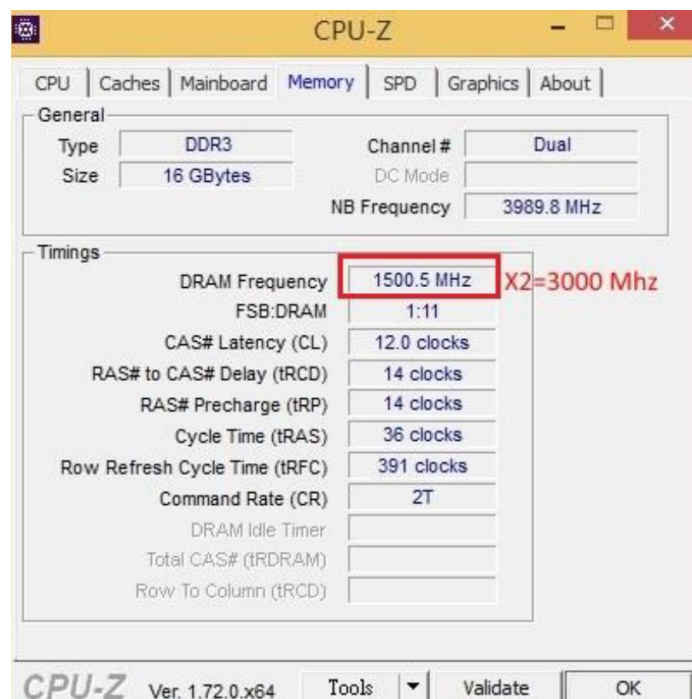

Рис. 62. Определение с помощью утилиты CPU-Z настройки памяти
*Проверка характеристик памяти CPU-Z.* Вы можете использовать бесплатную утилиту CPU-Z, чтобы проверить многочисленные параметры ПК, включая частоту работы памяти. Это позволит вам узнать скорость памяти, фактически фиксируемую вашей операционной системой, за пределами BIOS. Имейте в виду, что значение, полученное при помощи утилиты CPU-Z, должно быть удвоено для памяти DDR3 для расчета фактической скорости (в нашем примере  $1500 \times 2 = 3000$  МГц) (рис. 62).